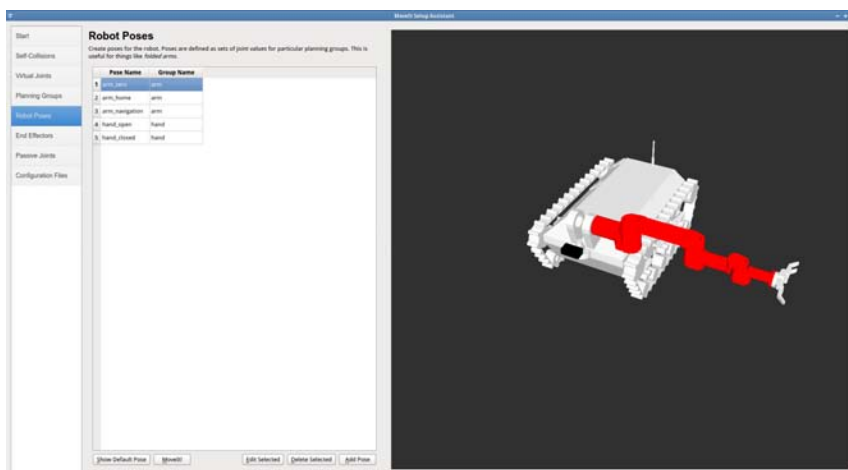

Figura 7.6.: MoveIt! Setup Assistant - Robot Poses - Arm Zero
- Brazo con todas las articulaciones a cero (arm_zero, ver Figura 7.6).